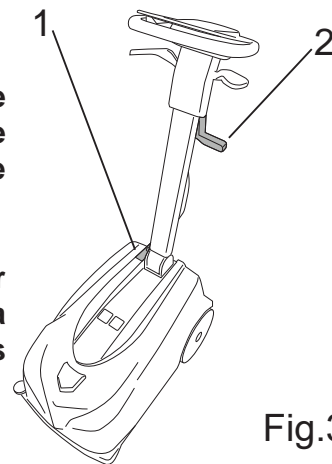

Fig.3
- Desligue a máquina do interruptor geral (Fig.3-Ref.1).
- Levante o squeegee através da alavanca (Fig.3-Ref.2).